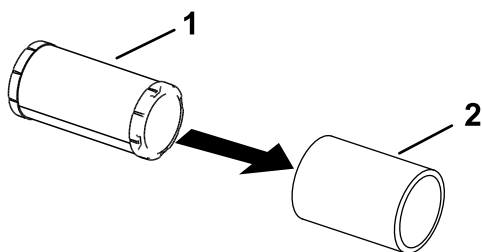

Figuur 39
3. Plaats het deksel en maak de bevestigingen vast (Figuur 39).